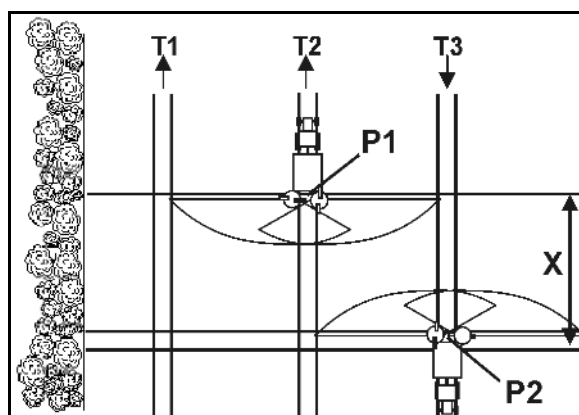

Bild 46
- Öppna slutspjällen när du kört in i körspåret vid punkt **P1** (Bild 46), när spridartallrikarna är borttagna på sträckan X av vändtegens körspår.
- Stäng spjället innan du kör ut från körspåret vid punkt **P2** (Bild 46), när spridartallrikarna befinner sig i höjd med vändtegens första körspår